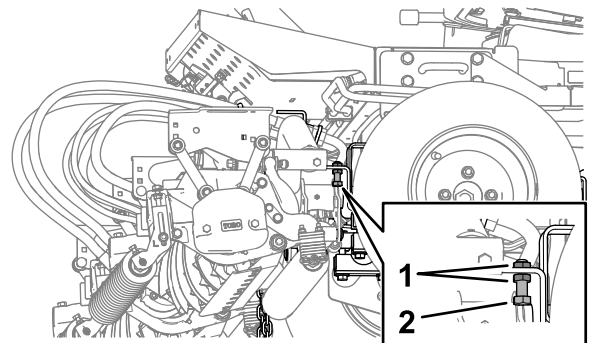

Figura 28
1. En cada lado de la máquina, afloje las contratuercas y afloje los pernos de tope del brazo de elevación (Figura 28).